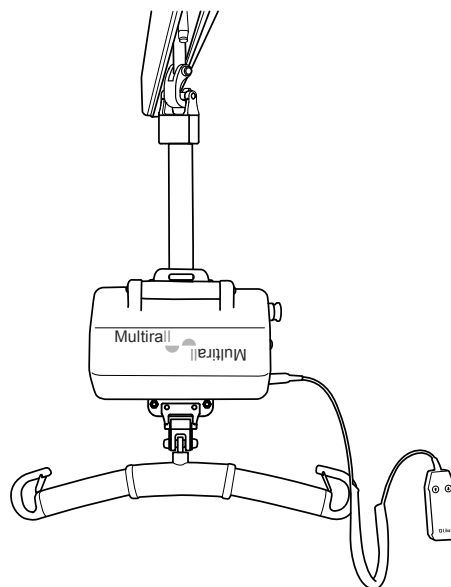

fig. 2
- montato con la cinghia di sollevamento sopra il sollevatore (fig. 2).